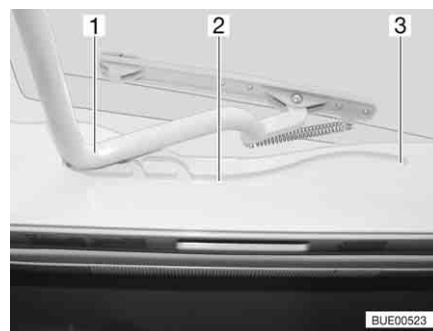

Bild 68 Heki-taklucka, spår
- Dra in bygeln (Bild 68,1) i spåren (Bild 68,2) till den bakersta positionen (Bild 68,3).
- Tryck bygeln (Bild 68,1) lätt uppåt med båda händerna.
- Drag bygeln till önskad position i spåret (Bild 68,2).